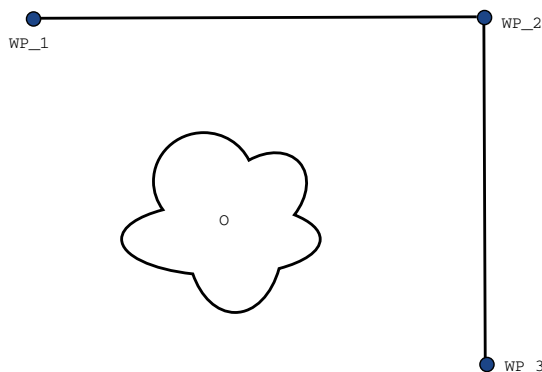

FIGURE 15.2 – WP_1 : position initiale, WP_2 : via point, WP_3 : position de ramassage, O : obstacle.
Exemple Considérez une application de ramassage et de placement comme un exemple (voir la figure 15.2), où le robot est actuellement au Point de passage 1 (WP_1), et elle doit ramasser un objet au Point de passage 3 (WP_3). Pour éviter les collisions avec l'objet et les autres obstacles (0), le robot doit s'approcher WP_3 dans la direction venant du Point de passage 2 (WP_2). Donc trois points de passage sont introduits pour créer un chemin qui répond aux exigences.